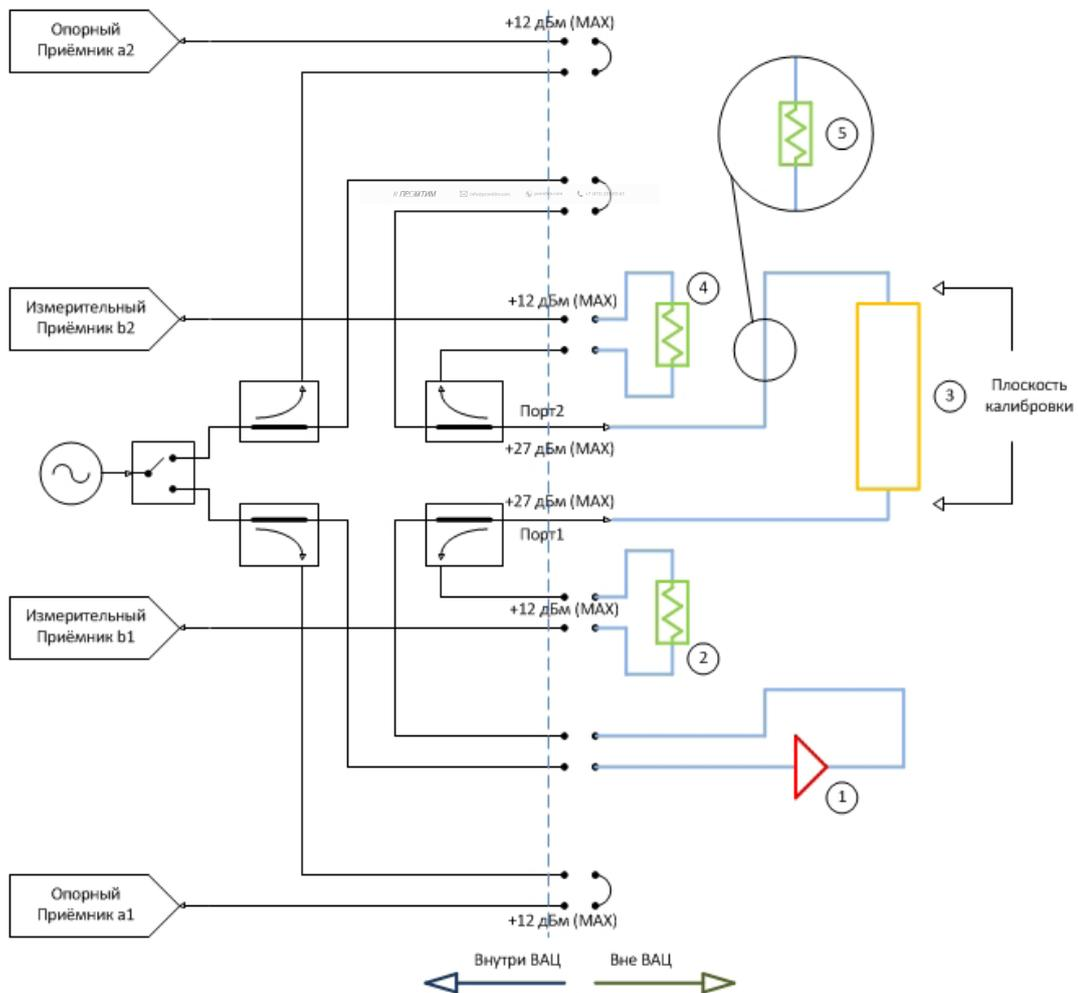

Рис. 4. Схема измерения с опцией «ДПА» (указаны предельно допустимые уровни входных сигналов для каждого порта)
Для измерения коэффициента отражения ИУ, для которых необходим уровень входной мощности выше 10 дБм, необходимо использовать схему измерения, приведенную на рис. 4. Зондирующий сигнал ВАЦ проходит через усилитель (1), внутренний направленный ответвитель и попадает на вход ИУ (3), затем на второй измерительный приёмник. Если уровень выходного сигнала ИУ превышает входной уровень линейного режима работы приёмника ВАЦ (10 дБм), то необходимо установить аттенюатор (4), а если превышает предельно допустимый уровень входного сигнала порта ВАЦ (27 дБм), то необходимо установить аттенюатор (5). Отраженный сигнал от ИУ проходит через внутренний направленный ответвитель, аттенюатор (2) и попадает на первый измерительный приёмник. Аттенюатор (2) перед первым измерительным приёмником устанавливается, если уровень сигнала, отраженного от ИУ выше 10 дБм.
Измерительная схема, изображенная на рис. 5, используется, если необходимо учитывать нестабильность параметров усилителя (коэффициент передачи, выходная мощность). В данной схеме используется внутренний направленный ответвитель, поэтому важно, чтобы уровень сигнала после усиления не превышал 27 дБм. В данном случае сигнал с генератора попадает на усилитель (1), затем в направленный ответвитель (НО) (6). Ответвленный с помощью НО сигнал попадет на опорный приемник. Уровень входного сигнала для опорного приемника не должен превышать -6 дБм, при превышении этого уровня необходимо использовать аттенюатор (7). Дальнейший путь сигнала совпадает со схемой (см. рис. 4).